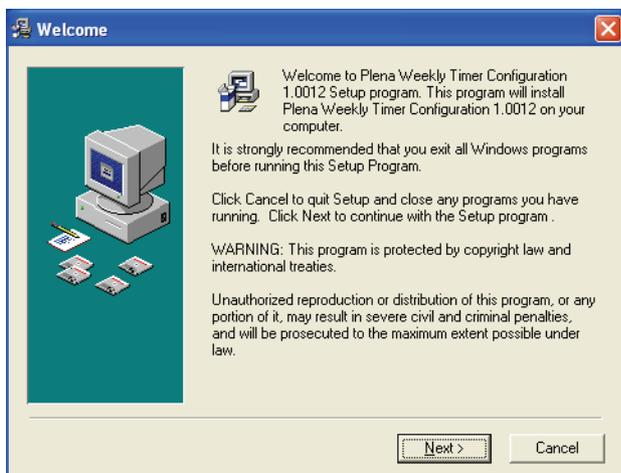

figura 8.1: Finestra di benvenuto
- 1 Inserire il CD-ROM Plena nell'unità CD-ROM del PC. Il CD-ROM si avvia automaticamente e compare una finestra simile a quella in figura 8.1. Se il CD-ROM non si avvia automaticamente: